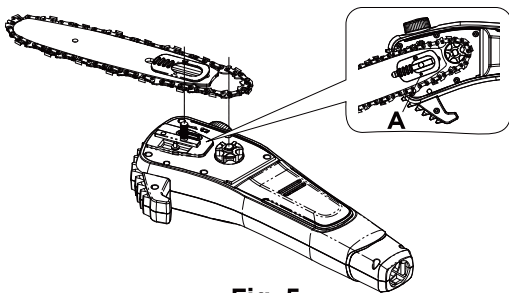

Fig. 5
3. Coloque la cadena en el piñón motriz y asegúrese de que el tornillo de la barra de fijación de la almohadilla de la barra encaja en la ranura de la abertura de la barra de guía y de que el pasador de tensión de la almohadilla de la barra encaja en la ranura (A) de la barra de guía. (Fig. 5, 6)